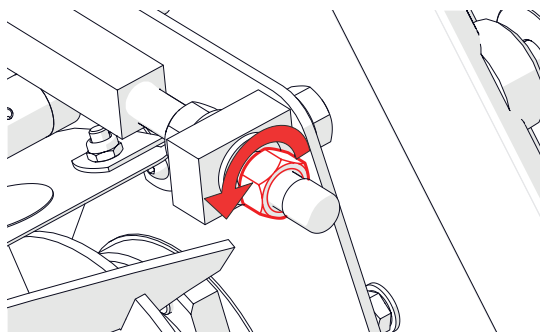

Fig. 11C – Desaperte a porca de fixação
6. Ajuste a folga com a porca de ajuste [chave inglesa de 19 mm] (Fig. 11C). Apenas são necessários pequenos ajustes – comece com $\frac{1}{8}$ de rotação e repita o teste do corte de papel. Repita o ajuste até obter um corte limpo no papel.